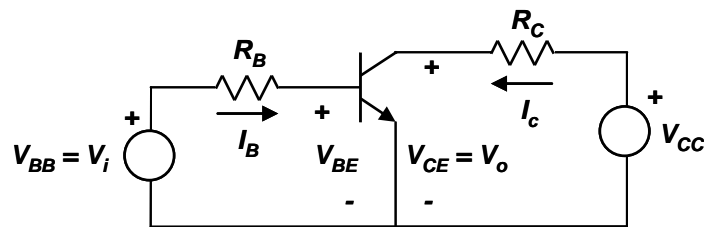

Figura 11.4.- El transistor bipolar com interruptor
Considerem el circuit de la figura 11.4. El senyal d'entrada és la tensió  $V_i$  i el senyal de sortida és la tensió entre col.lector-emissor  $V_0 = V_{CE}$ .
3.- Considera el circuit de la figura 11.4. Calcula el corrent de base  $I_B$ , el corrent de col·lector  $I_C$  i la tensió col·lector-emissor  $V_{CE}$ . Fes la hipòtesi de que el transistor treballa en mode actiu. Una vegada obtinguts els resultats cal verificar que aquests no estan en contradicció amb les condicions del mode actiu de la taula 11.2. Nota que per  $R_B$  hi circula  $I_B$  i per  $R_C$ ,  $I_C$ .
Munteu el circuit de la figura 11.4. Seleccioneu una  $R_B$  de 820 k $\Omega$  i una  $R_C$  de 3,9 k $\Omega$ . Connecteu a  $V_{BB}$  la sortida fixa de 5 V de la font d'alimentació ( $V_{BB} = 5$  V); i a  $V_{CC}$  la sortida ajustable de la font d'alimentació i ajusteu la tensió fins aconseguir 12 V ( $V_{CC} = 12$  V).